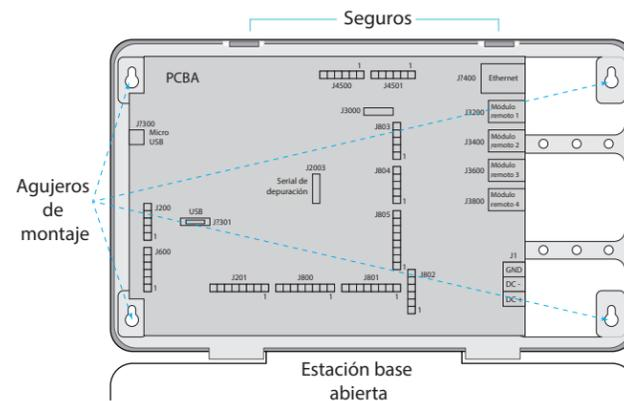

Fig. 1.2
- 3** Si reemplazará un producto HME existente, como un EOS®, puede montar la estación base cerca de la estación base que reemplazará, con el fin de utilizar los alambres y cables existentes sin tener que introducir cableado nuevo. Sin embargo, debe verificar que los alambres y cables estén en buenas condiciones antes de usarlos. Abra la estación base y marque el sitio de montaje en la pared, usando los cuatro agujeros de montaje en las esquinas del interior de la estación base (vea la fig. 1.2). Monte la estación base con los sujetadores incluidos.